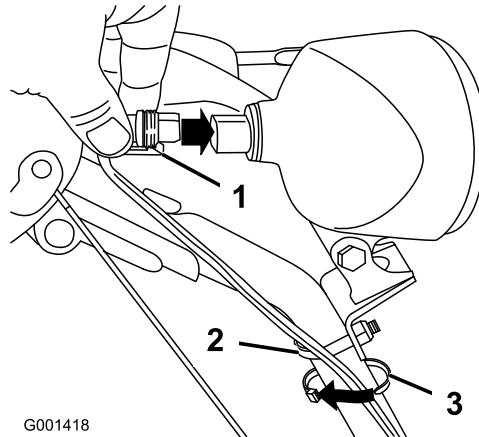

Рисунок 17
- Вставьте штекер, находящийся на свободном конце провода, в гнездо на задней стенке фары и надежно зафиксируйте его (Рисунок 17).
Примечание: Убедитесь в том, что пластиковый зажим на штекере находится в нижнем положении (Рисунок 17).
- Установите хомут кабеля (из комплекта деталей) на провод и рукоятку на расстоянии около 2,5 см ниже болта U-образной формы (Рисунок 17).